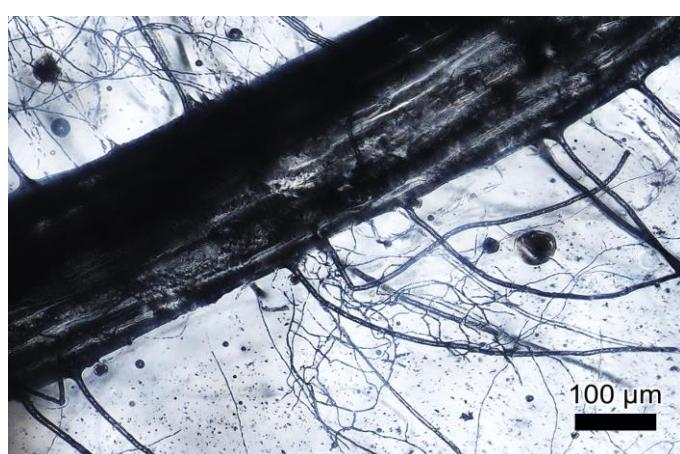

図2 多階層にわたるガラス流路構造例
- ・主根（約150 μm）から根毛（約8 μm）、菌糸（1-2 μm）をつなぐ階層的構造を作製（例 図2）。